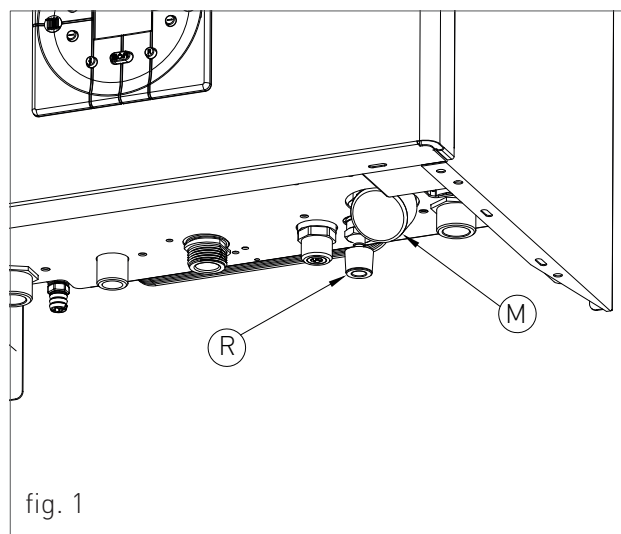
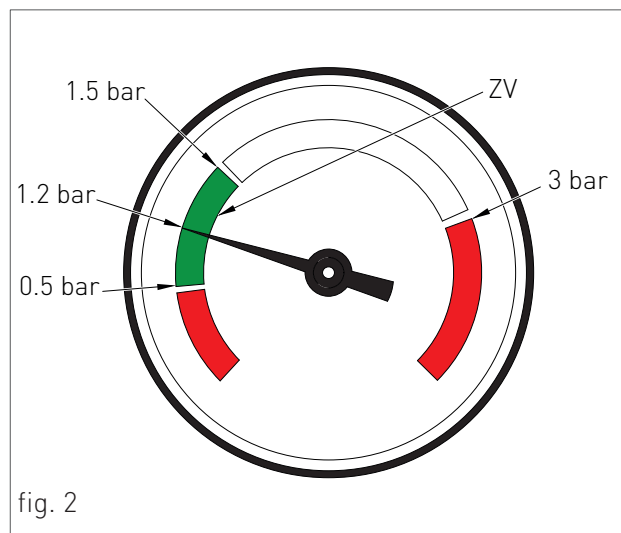

fig. 1
fig. 2
3. SEGNALAZIONE FIAMMA PRESENTE/INDICA ANCHE, SU 2 LIVELLI DI PERCENTUALE, IL GRADO DI POTENZA DI MODULAZIONE DELLA CALDAIA (fig.2)
Per ripristinare la pressione idrica dell'impianto aprire il rubinetto di carico "R" (fig. 1) e controllare, attraverso il manometro "M" (fig. 1) che la pressione dell'impianto raggiunga 1.2 bar, corrispondente alla metà della zona verde 'ZV' (vedi fig. 2).
Ad operazione avvenuta, assicurarsi che il rubinetto di carico "R" (fig. 1) sia ben chiuso.